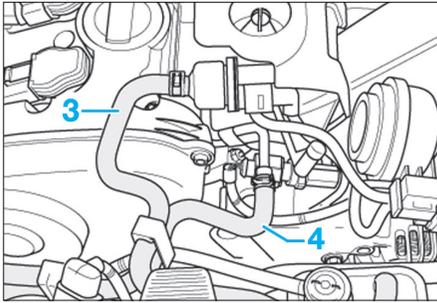

Fig. 70
- Débrancher (Fig.70) :
- le flexible du canister (3),
- le conduit d'alimentation en carburant (4),